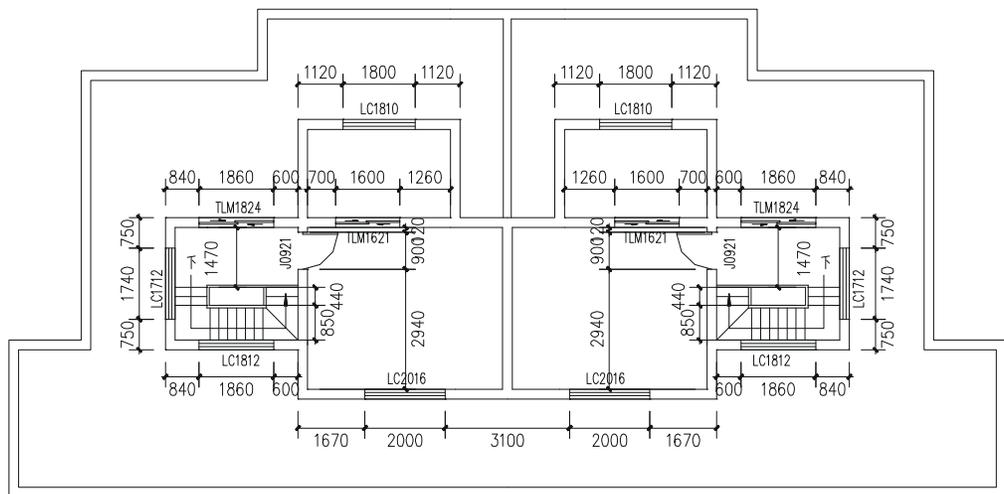

图 11-1-46
**STEP 04** 并使用修剪命令 TRIM 剪出门窗的位置，并使用移动命令 MOVE 和复制命令 COPY 插入门窗，再对这些门窗号进行标注，如图 11-1-46 所示。